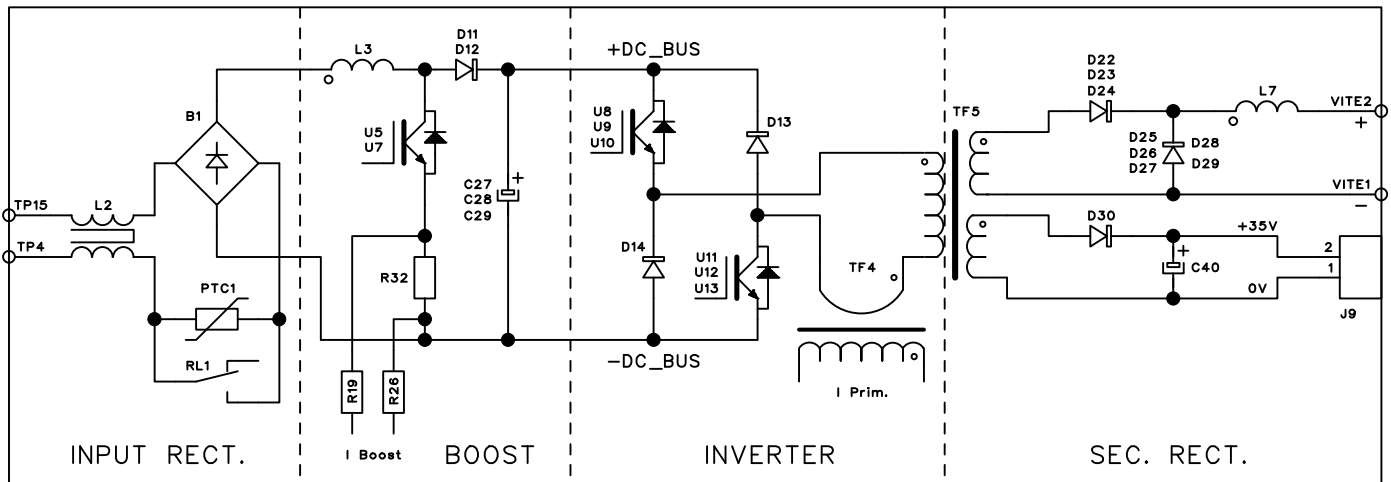

Fig. 2.3.1
Más exactamente en la tarjeta potencia (45) se pueden identificar (Fig. 2.3.1):
- el inverter de igbt, que genera la tensión alterna de onda cuadrada para el transformador de potencia TF5, montado en la tarjeta potencia (45);